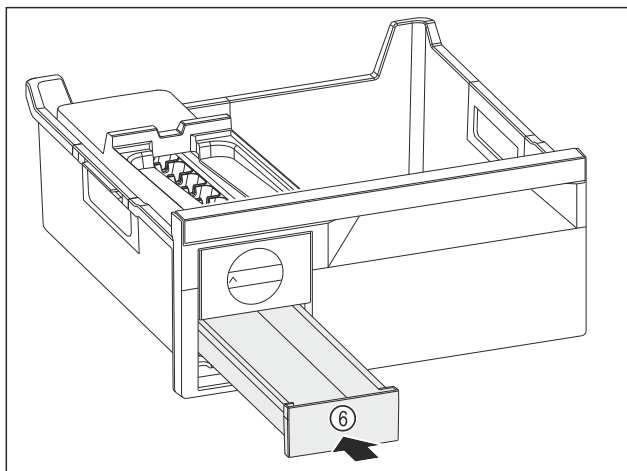

Fig. 136
- ▶ Встановіть форму для льоду Fig. 136 (6).